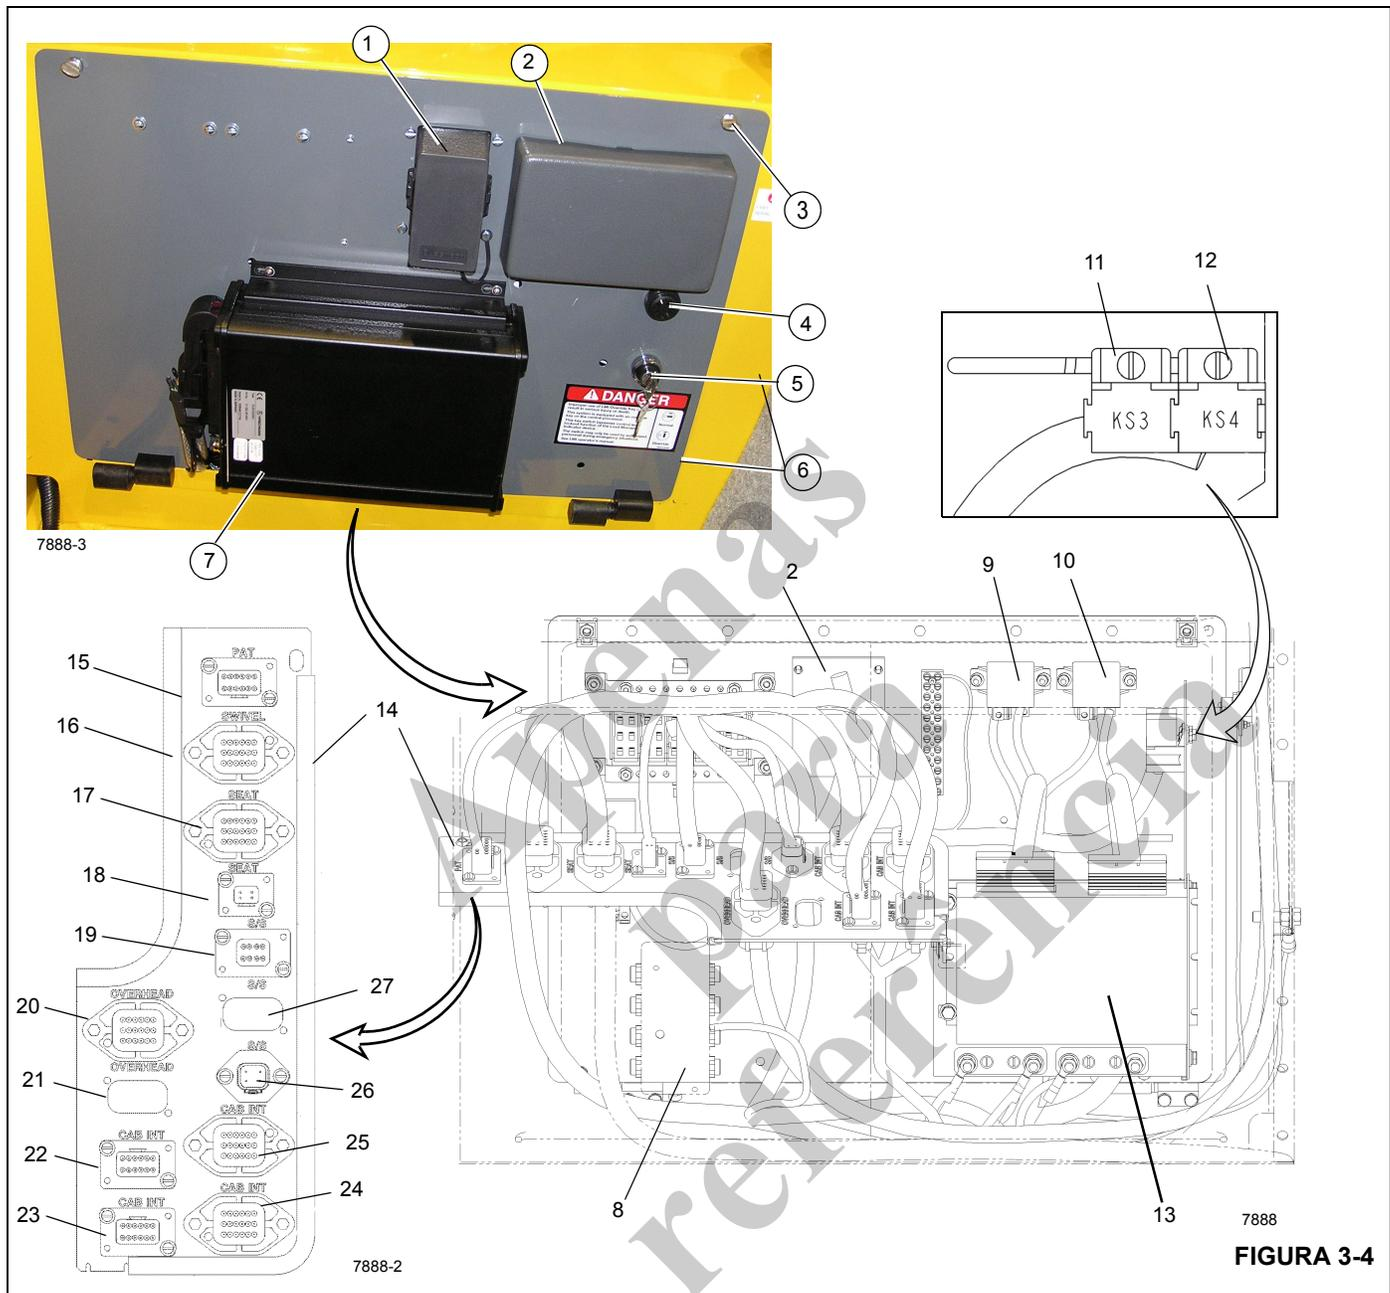

FIGURA 3-4
O painel elétrico da cabine (6) (Figura 3-4) contém os relés da cabine e da superestrutura, a caixa de fusíveis, o anteparo do conector do chicote elétrico, o módulo RCL, a chave de cancelamento do RCL e a campainha de alarme de pulso rápido. Ele está localizado dentro da cabine do guindaste, atrás do assento do operador. O acesso à parte traseira do painel é feito removendo-se os dois parafusos (3) (Figura 3-4) que prendem a tampa do painel.
Os dois relés dos acessórios (9, 10) (Figura 3-4) atrás do painel elétrico da cabine, controlam a alimentação dos fusíveis 9 a 20 na caixa de fusíveis. As bobinas dos relés dos acessórios são energizadas quando a chave de ignição está na posição de funcionamento ou ACC (acessório).
A caixa de fusíveis (2) (Figura 3-4) no painel elétrico da cabine contém vinte fusíveis. Os fusíveis 1 a 5 são energizados quando a bateria está conectada. Quando a bateria está conectada e a chave de ignição está na posição de funcionamento, os fusíveis 6 a 8 são energizados. Se a chave de ignição está na posição ACC, o fusível 8 será energizado enquanto os fusíveis 6 e 7 permanecem desenergizados. Os fusíveis 9 a 12 são energizados através do Relé de ACC Nº 1 e os fusíveis 13 a 20 são energizados pelo Relé de ACC Nº 2.
Números dos itens da Figura 3-4